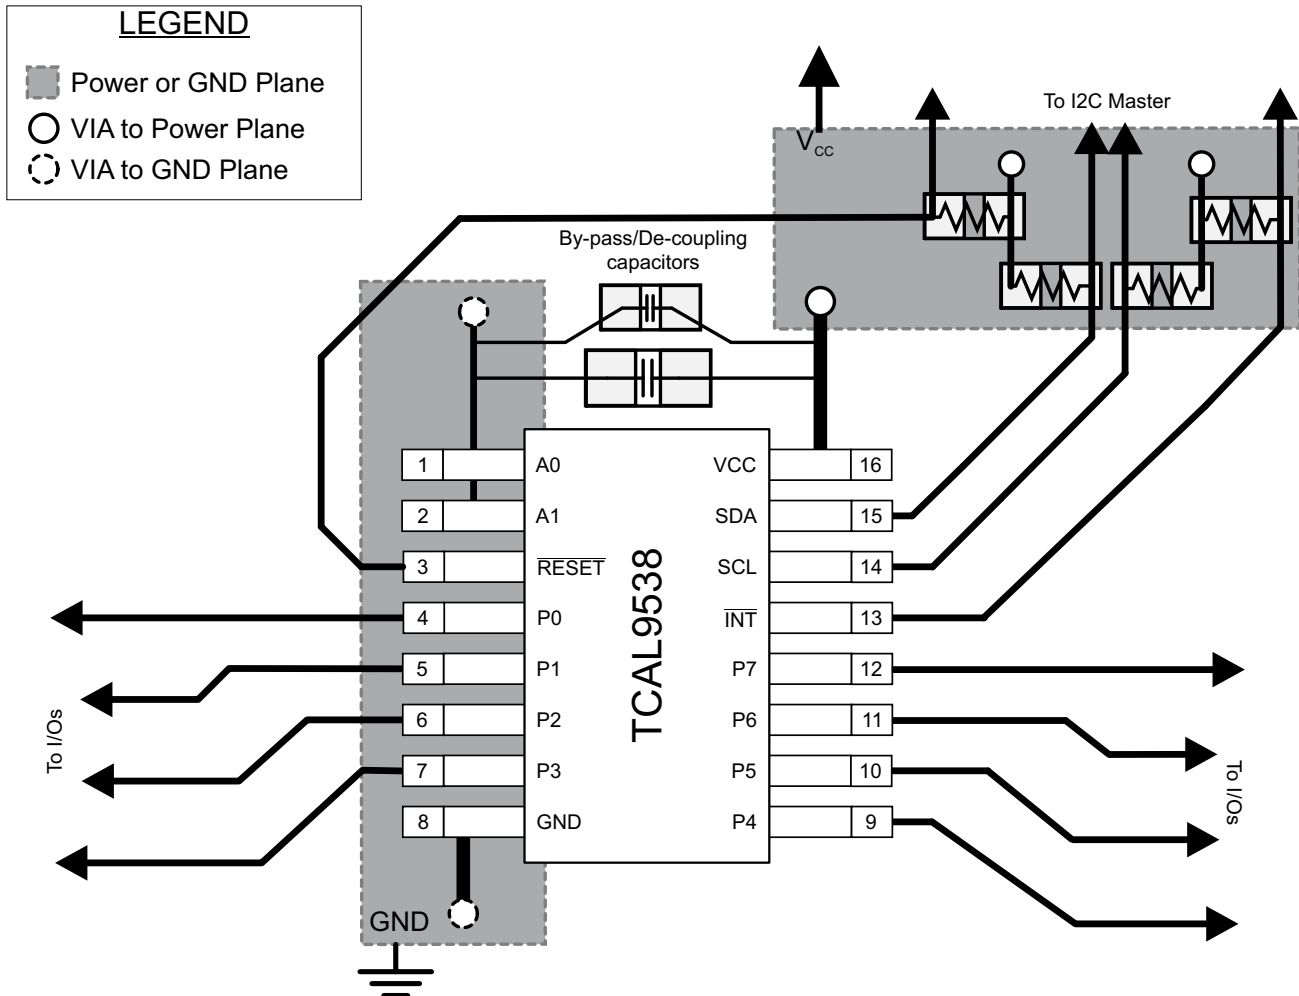

图 8-9. TCAL9538 布局
在所有 PCB 布局中, 最佳实践是避免信号布线呈直角, 在离开集成电路 (IC) 附近时让信号布线呈扇形彼此散开, 并使用较粗的布线来承载通常会经过电源和接地布线的更大的电流。旁路电容器和去耦电容器通常用于控制电源引脚上的电压, 使用较大的电容器可在发生短暂电源干扰时提供额外电能, 使用较小的电容器则能滤除高频纹波。这些电容器应尽可能靠近 TCAL9538。图 8-9 中展示了这些最佳实践。
对于图 8-9 中提供的布局示例, 可以将顶层用于信号布线, 将底层用作电源和地 (GND) 的分割平面, 从而打造只有 2 层的 PCB。但是, 对于信号布线密度更大的电路板, 最好使用 4 层电路板。在 4 层 PCB 上, 通常在顶层和底层上进行信号布线, 将一个内部层专门用作接地平面, 并将另一个内部层专门用作电源平面。在使用平面或分割平面作为电源和接地平面的电路板布局布线中, 通孔直接放置在需要连接到电源或 GND 的表面贴装元件焊盘旁边, 并且通孔以电气方式连接到内部层或电路板的另一侧。如果需要将信号走线排布到电路板的另一侧, 也要使用通孔, 但图 8-9 中未演示该技术。